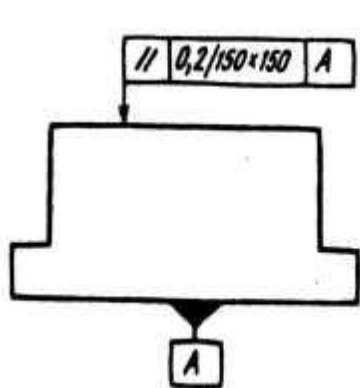

Рис. 3
**Пример 2.** На эскизе (рис. 3) обозначено техническое требование к точности взаимного расположения поверхностей детали.